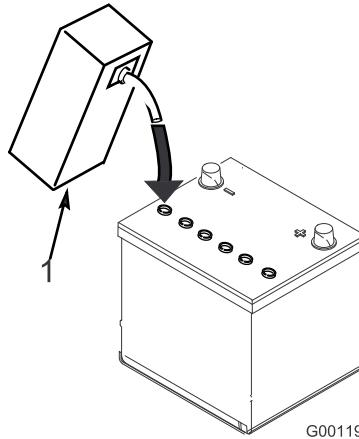

Figure 6
- Versez de l'électrolyte avec précaution dans chaque élément jusqu'à ce que les plaques soient recouvertes d'environ 6 mm de liquide (Figure 6).
- Attendez environ 20 à 30 minutes pour que les plaques aient le temps de s'imprégnier d'électrolyte. Faites l'appoint au besoin pour que le niveau de liquide monte à 6 mm en dessous du creux de remplissage (Figure 6).